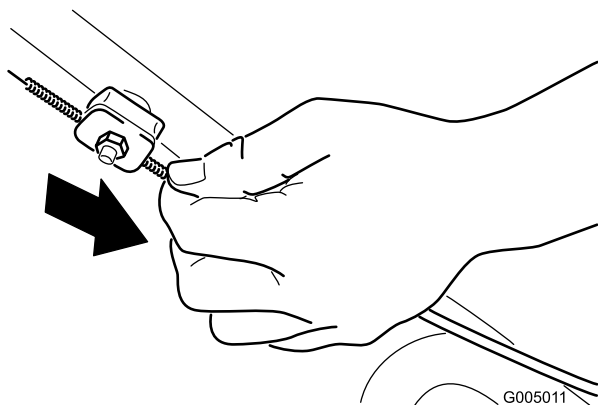

Figure 38
2. Baissez la gaine du câble (vers la tondeuse) pour éliminer le mou du câble (Figure 38).